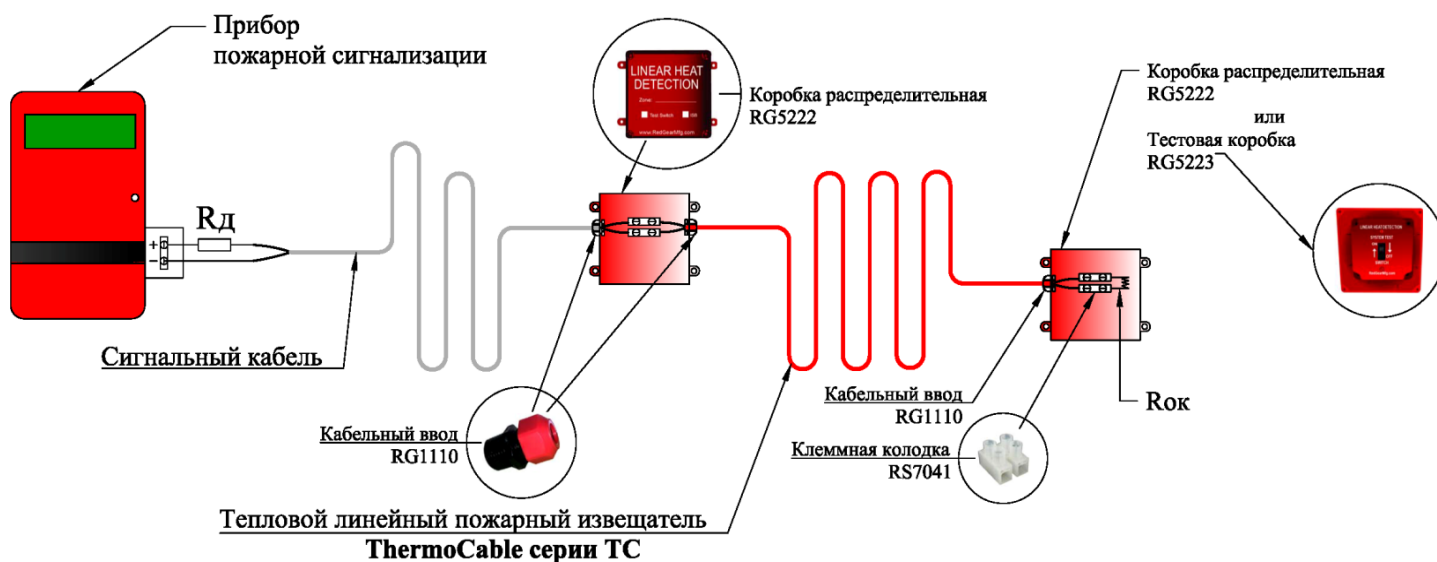

Рисунок 2.2- Схема подключения теплового линейного пожарного извещателя при помощи сигнального кабеля
- с применением сигнального кабеля (рис. 2.2);